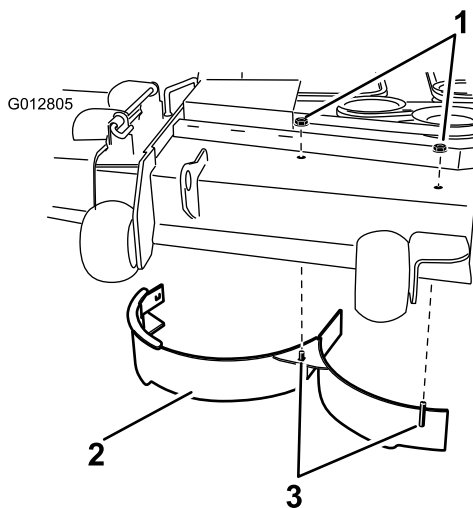

Bild 2
1. Fixez le déflecteur droit à l'aide de 2 écrous (5/16"), comme montré à la **Bild 2**. Serrez les fixations à la main.